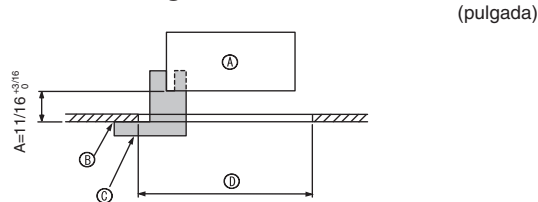
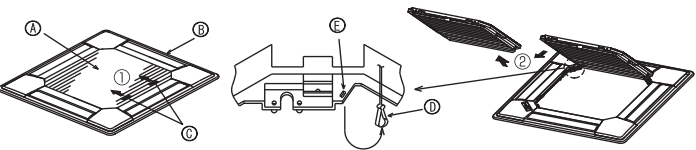
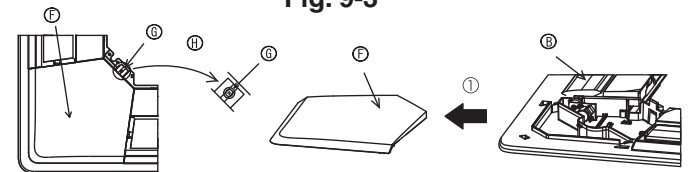

Fig. 9-2
Fig. 9-3
Fig. 9-4
①	Dimensiones de la rejilla	1	950 x 950 (mm), 37-3/8 x 37-3/8 pulgadas
②	Tornillo con arandela cautiva	4	M5 x 0,8 x 25
③	Plantilla	1	(Dividido en cuatro partes)
④	Remache	3
⑤	Tornillo	4	4 x 8
⑥	Tornillo	1	4 x 12
⑦	Controlador remoto cableado	1	para PLP-42BAMD
9.2. Preparación para conectar la rejilla (Fig. 9-2)
- Con la plantilla ③ que se suministra con este equipo, ajuste y compruebe la posición de la unidad en el techo. Si la unidad no está colocada en el techo de forma adecuada, podrían producirse escapes de aire o generarse una condensación.
- ① Unidad principal
- ② Techo
- ③ Plantilla ③ (metida en la unidad)
- ④ Dimensiones de apertura del techo
9.2.1. Extracción de la rejilla de admisión (Fig. 9-3)
- Deslice las palancas en la dirección indicada mediante la flecha ① para abrir la rejilla de admisión.
- Con la rejilla de admisión en posición "abierta", extraiga la bisagra de la rejilla de admisión de la rejilla tal y como se indica mediante la flecha ②.
9.2.2. Extracción del panel angular (Fig. 9-4)
- Extraiga el tornillo de la esquina del panel angular. Deslice los paneles angulares indicados por la flecha ① para extraer este panel.
[Fig. 9-3] [Fig. 9-4]